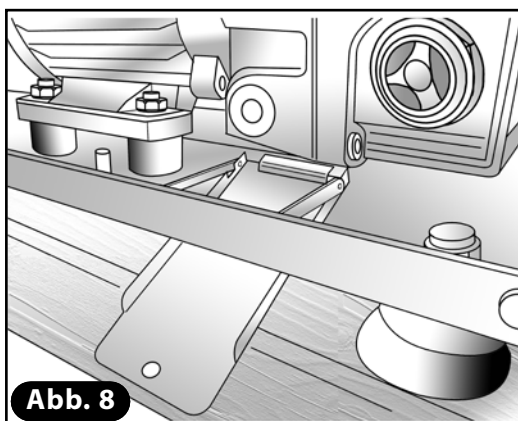

Abb. 8
- 8) Widerstand mit der Zange auf Spannung halten und prüfen, ob er am Schweißbalken überall richtig sitzt. Wenn ja, die Spannschraube festziehen (**Abb. 8**). Am Ende prüfen, ob der Widerstand gespannt ist und am Balken anliegt (**Abb. 9**).
- 11) Mit einem Sechskantschlüssel den Öleinfüllverschluss (A) an der Oberseite der Pumpe abschrauben.
- 12) Mit demselben Schlüssel den Ablassverschluss abschrauben (B). Vorsicht: Sobald der Verschluss entfernt wird, fließt das Öl aus der Pumpe direkt auf die Rutsche des Gehäusebodens und folglich in einen vorher bereitgestellten Behälter. Öl etwa zehn Minuten lang abfließen lassen (Abb. 8).
- 3) Befestigungsschraube der Ölablassrutsche entfernen (**Abb. 7**). Prüfen, ob es möglich ist, bei entsprechend positionierter Rutsche das Öl aufzufangen, das aus der Pumpe abfließen muss (**Abb. 8**).